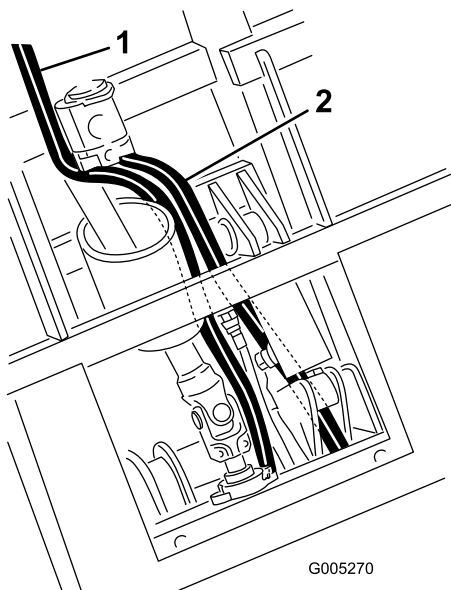

Figure 36
- Acheminez le flexible de réservoir sous le vérin de levage, entre les supports, jusqu'au distributeur (Figure 36).
- Acheminez le flexible de pression le long de l'arbre de PDF jusqu'au distributeur (Figure 36).